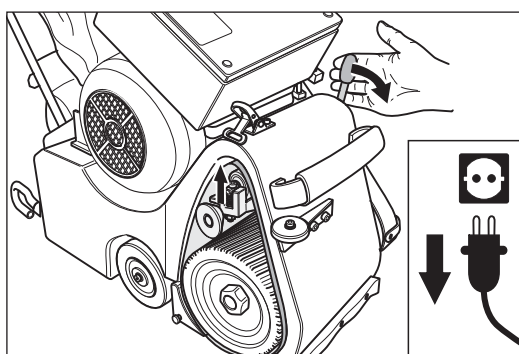

Abb. 32 Den Bedienungshebel des Aggregats nach unten drücken. Dadurch wird das Schleifband gespannt.
- 8 Drücken Sie den Bedienungshebel des Aggregats nach unten (Abb. 32). Dadurch wird das Schleifband gespannt.
- Vor dem Einschalten der Maschine immer das Schleifband spannen (Abb. 32)!